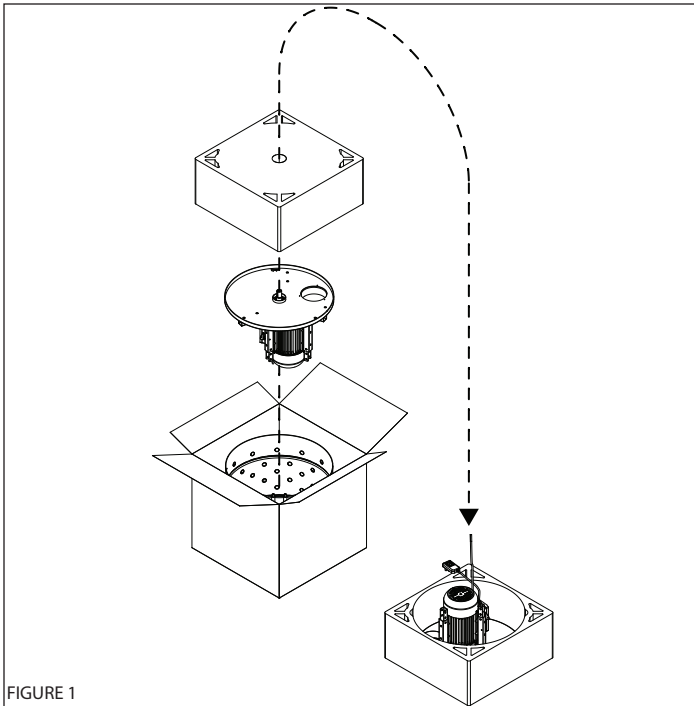

FIGURE 1
- Ouvrir le dessus du carton d'emballage et retirer le bloc de calage en polystyrène expansé avec le trou au centre. **VOIR FIGURE 1**
- Élément d'axe (2)
- Pied long (2)
- Roue (2)